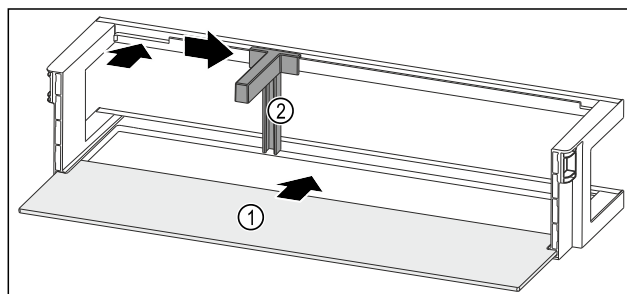

Fig. 123 Dveřní přihrádka s odkládací plochou
- Odkládací plochu Fig. 123 (1) zasuněte do bočních vybrání.
- Držák lahví Fig. 123 (2) vložte do vybrání.
- Držák lahví Fig. 123 (2) posuňte na stranu do požadované polohy.